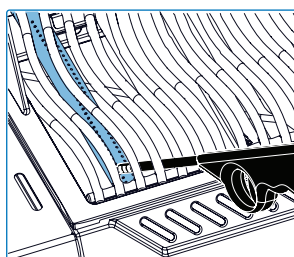

Fig. 11
1. Abra la tapa del quemador/parrilla (**Fig. 11, Fig. 12**)